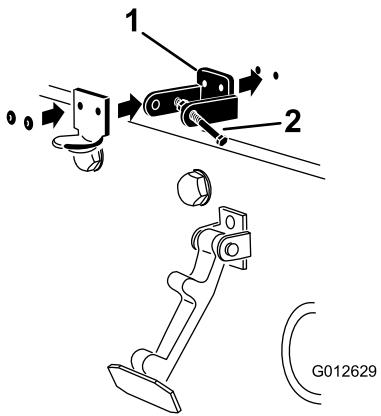

図 4
- 図4に示すように、フードラッチブラケットとCEロックブラケットの穴を、フードの穴に整列させる。
- 注** CEロックブラケットをフードに合わせてください図4。CEロックブラケットのアームについているボルトとナットは外さないでください。
6. ブラケットとワッシャをフードにリベットで固定する図 4。